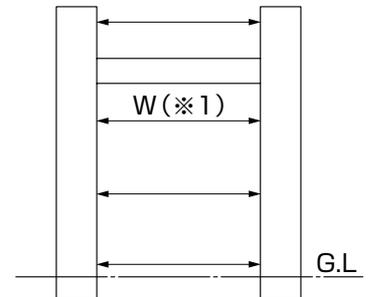

図3-3
- シャッター枠の寸法(W=3mm以内の誤差)(※1)を測り、正確に出ているか確認してください。シャッター本体が取付けられなくなったり、シャッターの開閉に支障をおよぼし、製品の取付けがやり直しになるおそれがあります。(図3-3参照)